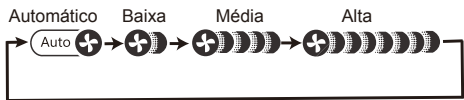

Figura 3.8
- 2. Três velocidades do ventilador: a velocidade do ventilador será ajustada como exibido na Figura 3.8.